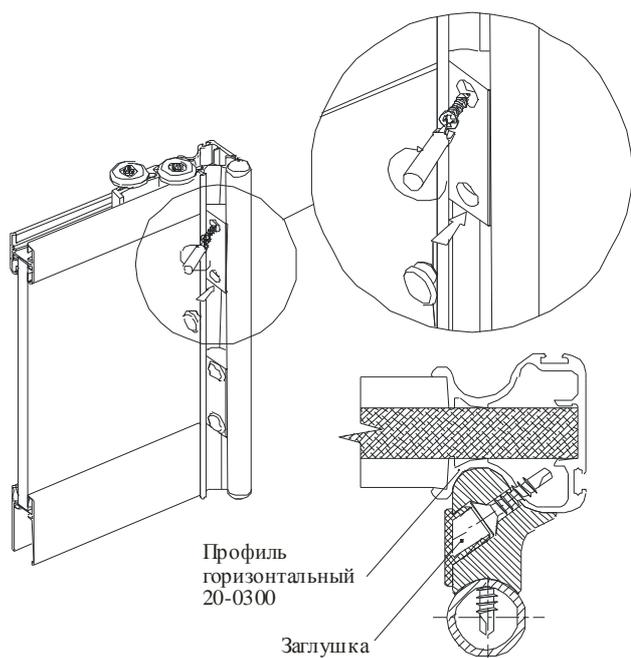

Рисунок 6
5. Трубку с соединителями прикручиваем к вертикальному профилю 20-0300 в окованных дверях алюминиевой системы, затем вставляем заглушки в отверстия для шурупов (рисунок 6).